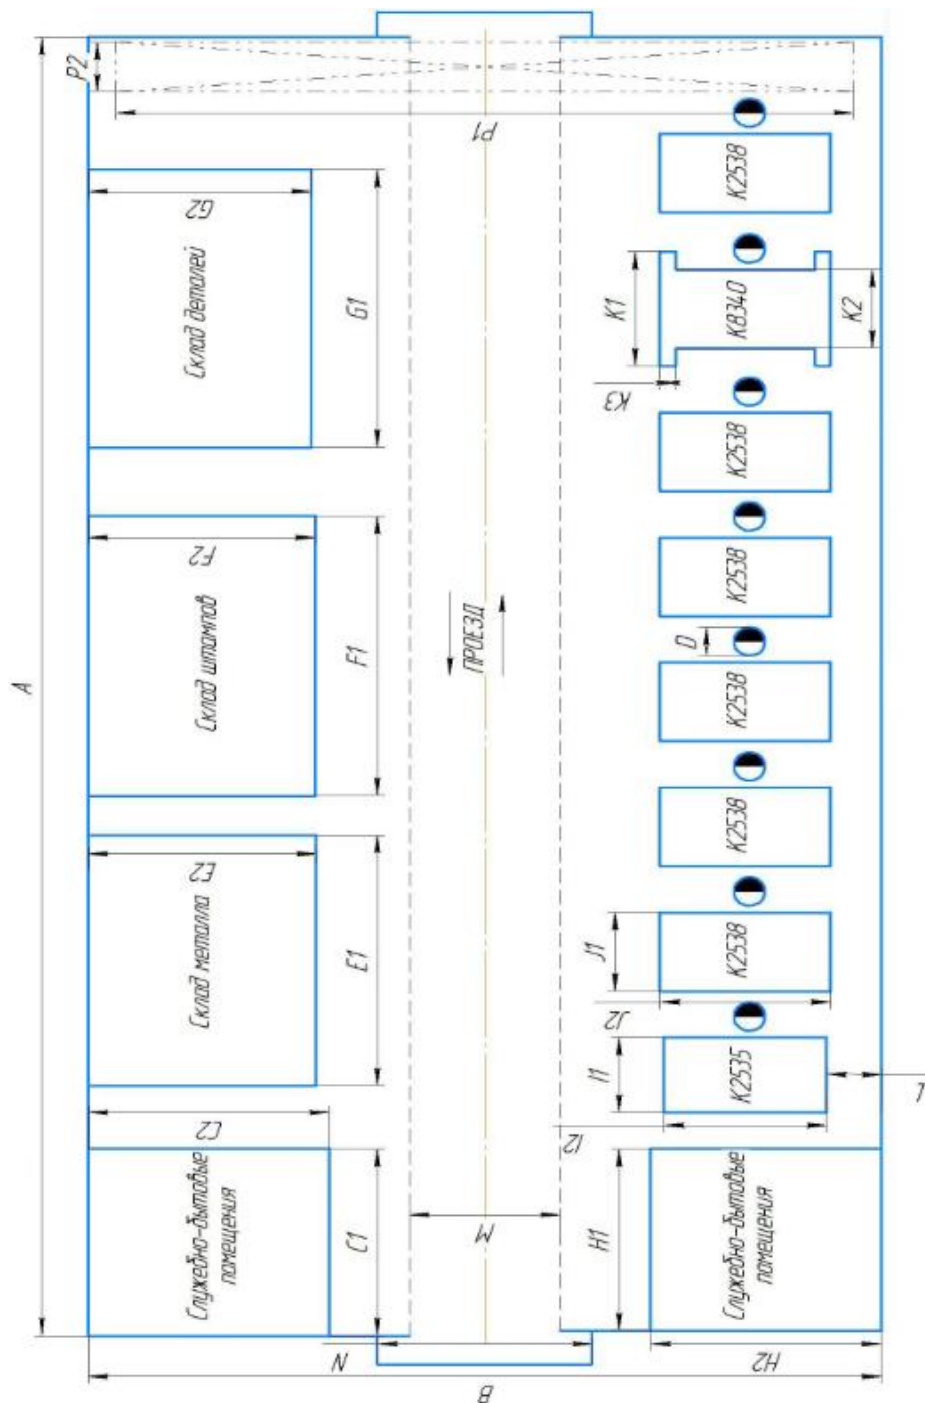

Рисунок 10 – Технический план цеха
Задачи работы: построить эскиз детали и технического плана (рисунок 10).
11. Сделать эскиз технического плана цеха (см. рисунок 10) и проставить размеры согласно варианту (таблица 5).